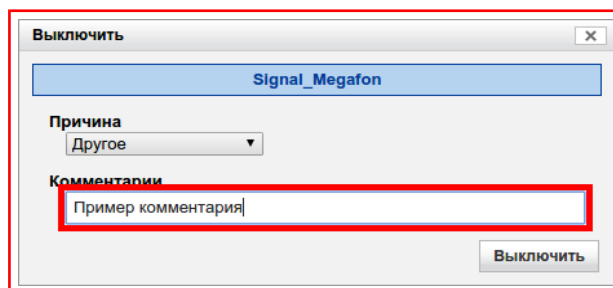

Рисунок 9.32 — Поле «Комментарии»
- 4) Ввести уточняющие комментарии, если необходимо, в поле под текстом **«Комментарии»**, рисунок 9.32;